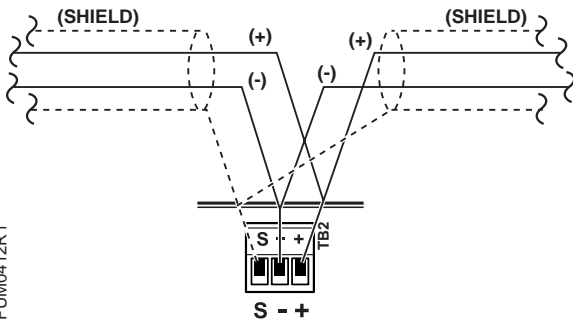

Figure 3. Raccordement du tronc FLN.
6. Connecter le tronc FLN comme indiqué Figure 3.